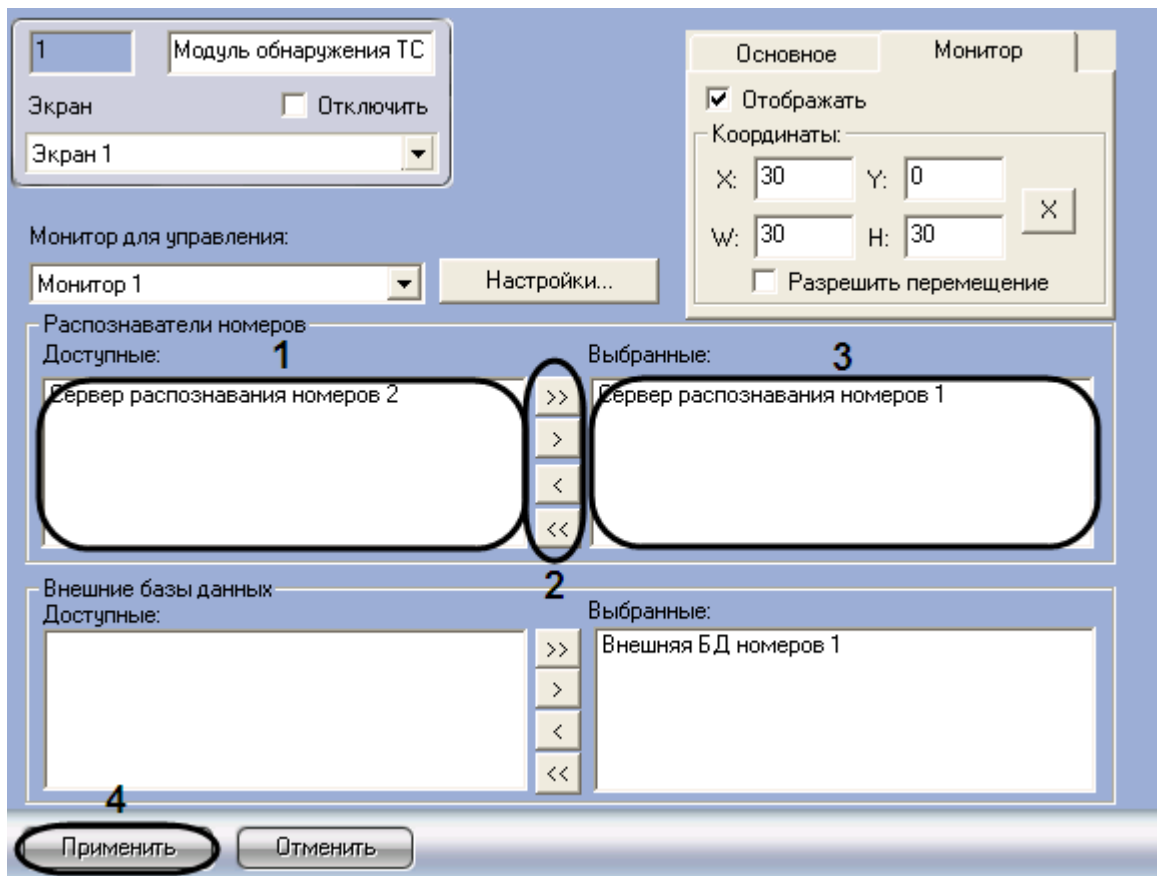

Рис. 7.8—5. Выбор Серверов распознавания номеров
1. Перейти на панель настройки объекта «Модуль обнаружения ТС» (Рис. 7.8—5).
2. Выбрать требуемые Серверы распознавания номеров из списка «Доступные» группы «Распознаватели номеров» (см. Рис. 7.8—5, 1).
3. Переместить выбранные Серверы распознавания номеров в список «Выбранные» группы «Распознаватели номеров», нажав кнопку «>» (или кнопку «>>» для перемещения всех Серверов распознавания номеров из списка) (см. Рис. 7.8—5, 2-3).